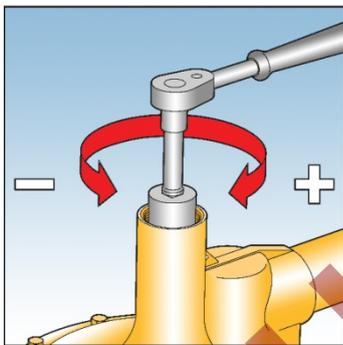

Fig. 11
3. Desrosqueie totalmente e remova a tampa, veja Fig. 11.
10. Recoloque a tampa superior para regulagem da mola, garantindo que a tampa interna fique na parte superior do alojamento. Veja Fig. 11. (Se a válvula for só para bloqueio por baixa pressão, garanta que o tubo espaçador esteja bem apertado)